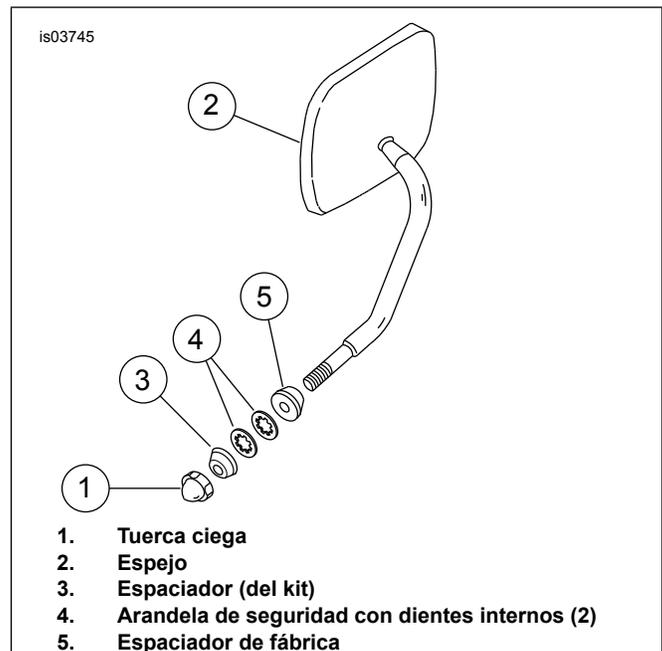
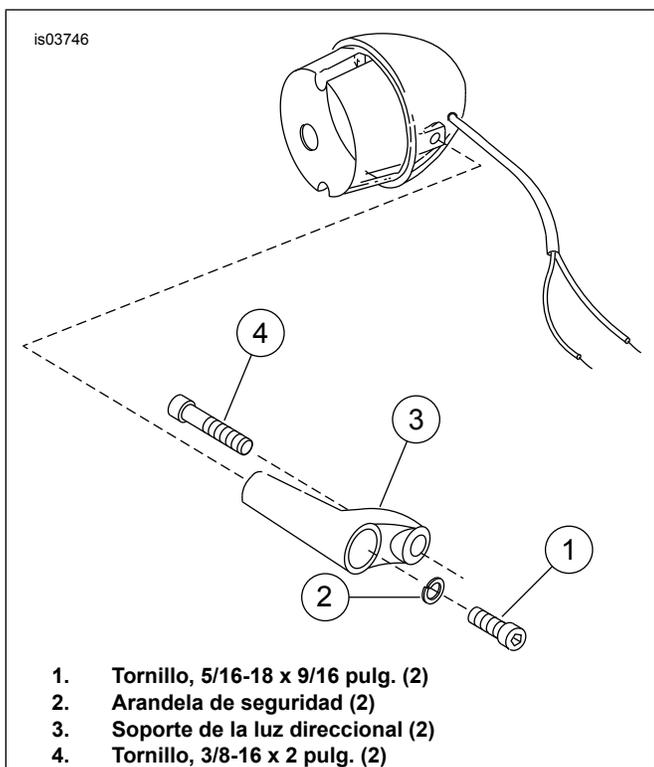

Figura 1. Sujeción del espejo
Figura 2. Instalación del soporte de la luz direccional
3. Si la luz direccional está montada en la pieza de soporte superior de la horquilla, extraiga el tornillo de ajuste del tubo de la horquilla, del lado derecho de la pieza de soporte superior de la horquilla. (Este es el tornillo que asegura la luz direccional derecha). Vea Figura 1. Si la luz direccional está montada en el espejo, quite la luz direccional y los elementos de sujeción de montaje. Guarde las arandelas de seguridad con dientes internos (4) y el espaciador (5).
4. Instale la tuerca ciega del kit para sujetar el espejo derecho. Si la tuerca ciega "topa" sin apretar, agregue el segundo espaciador (3) del kit en la ubicación que se muestra.
luz direccional está montada en el espejo, vea la Figura 2 e instale el soporte de la luz direccional y luego realice el paso 6; pero, use un tornillo de 3/8-16 x 2,0 pulg. del kit para sujetar la luz direccional. Ignore la referencia al tornillo de ajuste de la pieza de soporte superior.
7. Repita los pasos 1 al 6 para reubicar la luz direccional izquierda. Vea Figura 1. Use la tuerca ciega de fábrica y la arandela de seguridad con dientes internos para montar el espejo.
Si la luz direccional está montada en la pieza de soporte superior de la horquilla, realice el paso 7. Si la luz direccional está montada en el espejo, vea Figura 2 e instale el soporte de la luz direccional y luego realice el paso 7; pero use el tornillo de 3/8-16 x 2 pulg. del kit para sujetar la luz direccional. Ignore la referencia al tornillo de ajuste de la pieza de soporte superior. Vea Figura 1. Instale la tuerca ciega del kit para sujetar el espejo derecho. Si la tuerca ciega "topa" sin apretar, agregue el segundo espaciador del kit en la ubicación que se muestra.